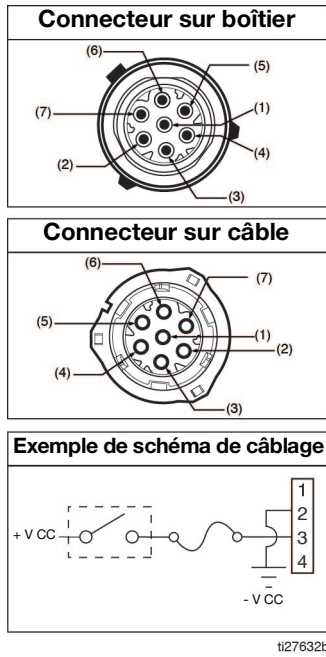

FIG. 5
- Voir le schéma de la broche à la FIG. 5 pour visualiser son emplacement correct dans le connecteur.